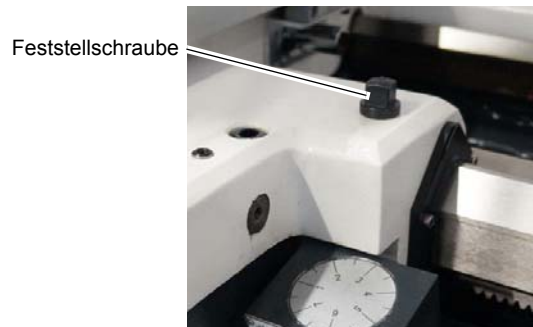

Abb. 4-14: Bettschlitten Feststellschraube
- Klemmschraube am Bettschlitten bei Längsvorschub lösen  „Abb.4-14: Bettschlitten Feststellschraube“ auf Seite 65
- Klemmschraube am Bettschlitten lösen.  „Abb.4-14: Bettschlitten Feststellschraube“ auf Seite 65